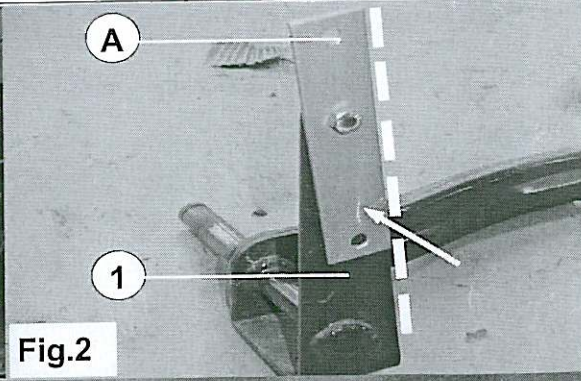

Fig.2
2. Borra ett hål på 5,5 mm i remsa A enligt fig.2 och 3. Kontrollera remsans position i förhållande till LAV fästet.
2. Drill a 5.5mm diameter hole in bracket 1 according to fig. 2 and 3. Take care of the position of the strip in relation to the LSV bracket.
2. Taladre un hueco de 5,5 mm en la tira A, según se indica en fig. 2 y 3. Tómese en cuenta la posición de la tira respecto a la abrazadera de la válvula reguladora de freno.